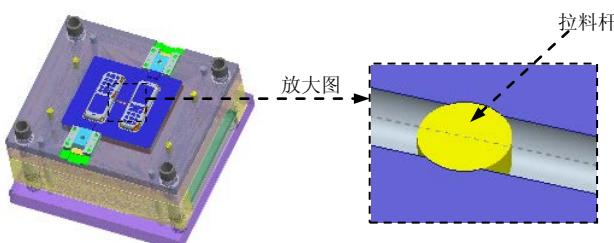

图 31.92 定义拉料杆
选项，定义拉料杆直径为 5.0，定义拉料杆长度为 160.0，在对话框中选中 按面组/参照模型修剪 复选框；单击 (1) 点下面区域的 选取项目 选项使其激活，系统弹出“选择”对话框，选取 Step1 创建的点；单击 确定 按钮，结果如图 31.92 所示，然后将拉伸的曲面隐藏。